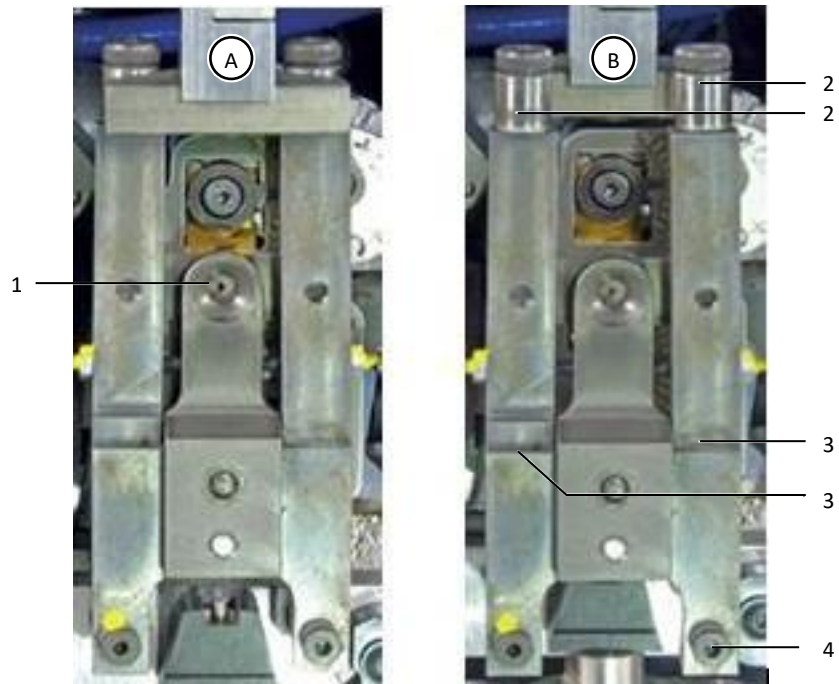

Fig. 23 : unité de fixation du fil toronné en position de production (A) et tirée vers l'avant (B)
- Nettoyer le cône d'introduction (fig. 23, pos. 1) avec un pinceau.
- Tirer l'unité de fixation du fil toronné vers l'avant (fig. 23, pos. B).
- Vérifier la mobilité des roulettes (fig. 23, pos. 2).
- Huiler les pivots (fig. 23, pos. 3) de l'unité de fixation du fil toronné.
- S'assurer que l'unité de fixation du fil toronné se trouve en position avancée (fig. 23, pos. B).
- Enlever la vis inférieure droite de l'unité de fixation du fil toronné (fig. 23, pos. 4).